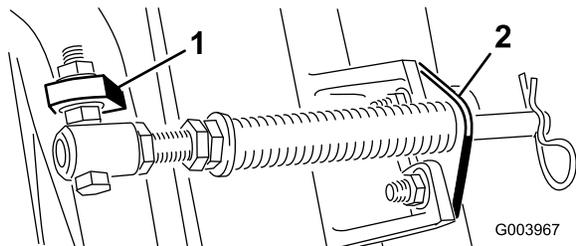

图6
C. 将弹簧管栓安装到承载架的另一个凸耳上，并使用凸缘螺母固定。螺栓头朝向凸耳外侧，如图6 所示。
D. 使用车身螺栓和螺母将杆支架固定到滚刀组凸耳上（图6）。